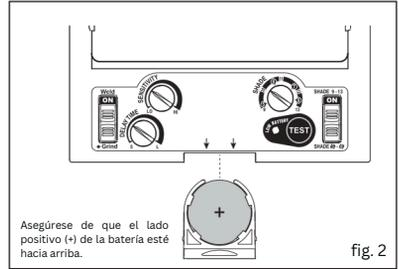

fig. 2
- Deslice el soporte de la batería fuera del filtro de oscurecimiento automático (retire la batería usada cuando reemplace la batería), coloque una batería CR2450 nueva dentro del soporte de la batería y vuelva a colocar el soporte de la batería en el filtro de oscurecimiento automático. Por favor. Asegúrese de que el ánodo y el cátodo de la batería estén instalados correctamente (Ver fig. 2).